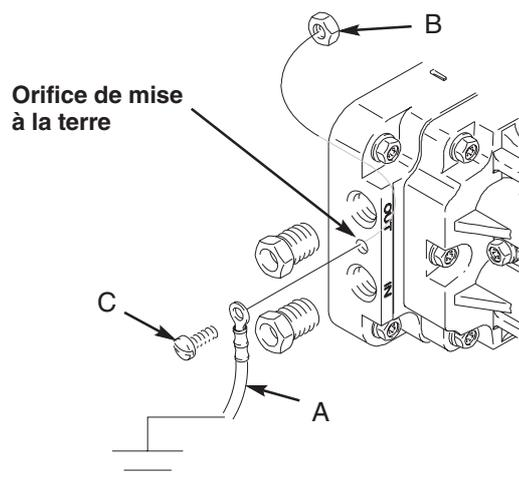

Fig. 1
Les pompes en polypropylène et Kynar® ne sont **pas** conductrices. Si vous pomperez un produit inflammable conducteur, **toujours** relier l'ensemble du système produit à la terre en veillant à ce que le produit soit raccordé électriquement à une vraie terre. Voir Fig. 1. **Ne jamais** utiliser de pompe en polypropylène ou Kynar® avec un produit inflammable non conducteur comme spécifié dans votre code local de prévention des incendies. Consultez votre fournisseur de produit pour déterminer la conductivité ou la résistivité de votre produit.
Pompe: Connecter le fil de terre (A) et la pince réf. 222011. Voir Fig. 1. Les points de mise à la terre sont sur le collecteur entre les orifices de sortie et d'entrée. Utiliser l'écrou (B) et la vis (C) qui sont fournis avec la pompe, et procéder au montage comme suit: